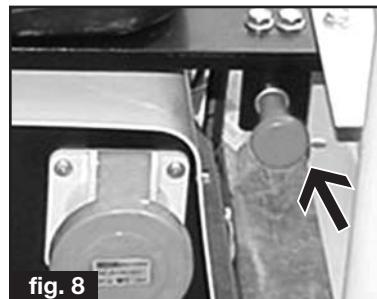

fig. 8
- Model W230: Hiv i grebet på kontrolpanelet (se fig. 8). Vent til motoren er helt standset og drej så nøglen over i "OFF" position.